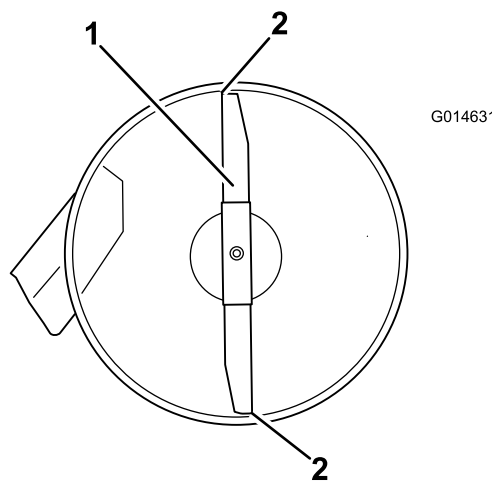

Figure 50
- Faites pivoter les lames avec précaution pour faire passer les pointes avant à l'arrière (Figure 50).
- Mesurez la distance entre la pointe de la lame avant et la pointe de la lame arrière par rapport à la surface plane (Figure 50).
- Une fois le réglage effectué, vérifiez à nouveau l'inclinaison avant/arrière des lames; continuez d'ajuster l'écrou jusqu'à ce que la pointe avant de la lame soit de 1,6 à 8 mm (1/16 à 5/16 po) plus bas de la pointe arrière (Figure 50).